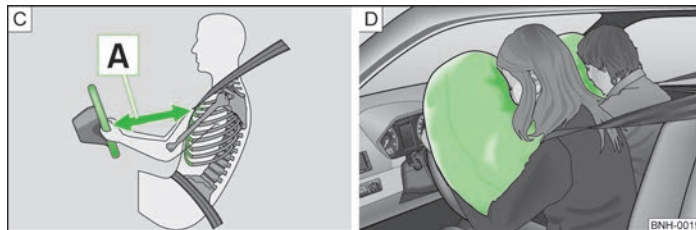

Fig. 103 Distanța sigură față de volan/airbaguri umplute cu gaz
Prin declanșarea airbagurilor, acestea se umplu cu gaz și se desfac în fața șoferului și pasagerului față » fig. 103 - **D**. Airbagul umflat amortizează mișcarea spre înainte a pasagerilor reducând astfel riscul de rănire în zona capului și a pieptului. ▶
- Atât pentru șofer cât și pentru pasagerul față este important să păstreze o distanță de aproximativ 25 cm față de volan, respectiv de planșa de bord **A** » fig. 103. Dacă nu se respectă această distanță, sistemul airbag nu își poate exercita eficiența maximă - Pericol! Pe lângă acestea, scaunele din față și tetierele trebuie să fie întotdeauna reglate în funcție de mărimea corpului.